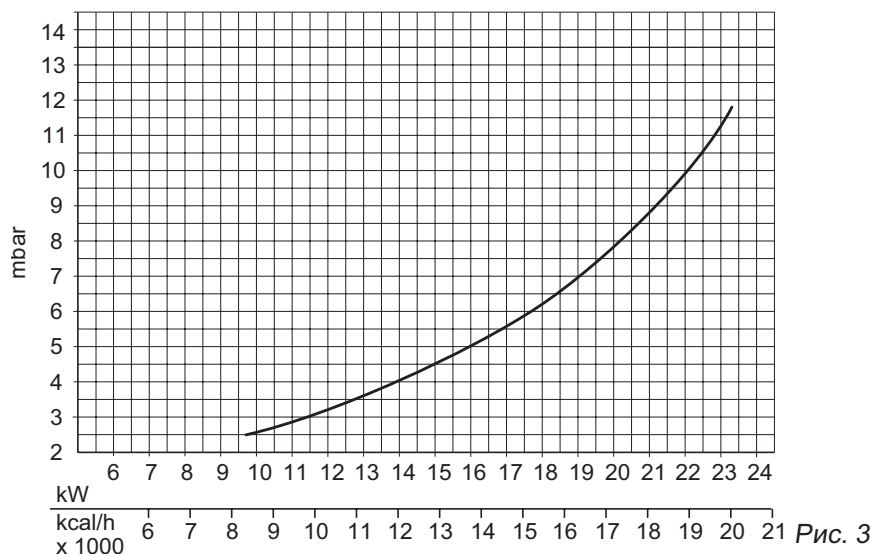

Рис. 3
N.B. - Давление газа в горелке и расход газа в режиме отопления, указанные в таблице, относятся к номинальной мощности котла; при необходимости снижения этой мощности (где это возможно), следует снизить давление газа, пользуясь графиками на рис. 3 - 4.